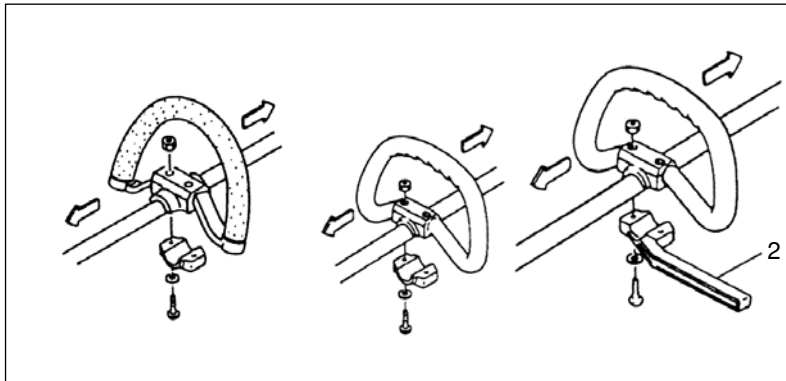

Fig.1-2
Når du bruger stålklinger/stive klinger på lige akseltrimmere eller buskryddere, skal du altid bruge en barrierestang (2) og en skuldersele med løkkehåndtaget (fig.1-2).